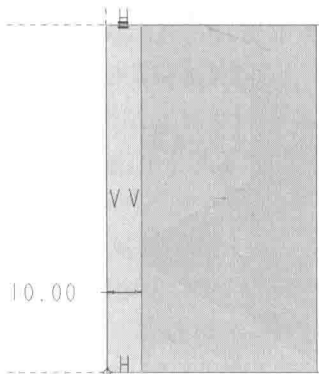

图 1-18 修改法向尺寸
(11) 单击【草绘】选项卡中【尺寸】区域的【法向】按钮 ，矩形自动出现尺寸。在图形区，双击水平尺寸，文本框中输入“10”，按回车键确定数据，如图 1-18 所示。
(12) 单击【草绘】选项卡中【关闭】区域的【确定】按钮 ，退出草绘环境。